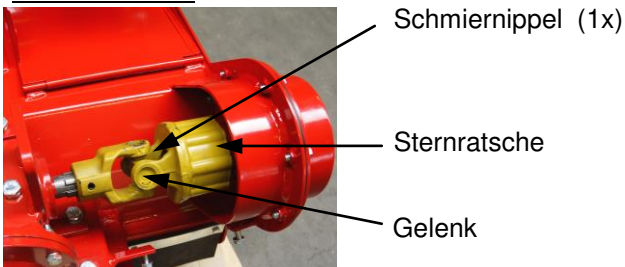

Abb. 9
- Überlastkupplung (Sternratsche) und Antriebsgelenkwelle alle 8 Betriebsstunden und nach längeren Stillstandszeiten schmieren! (Abb.9)